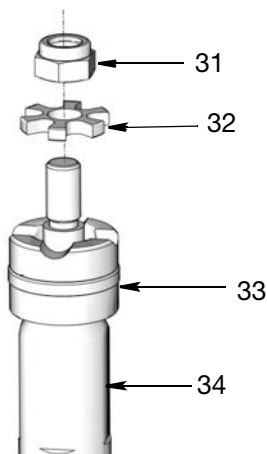

ABB. 37
14. Die Zahnscheibe (32) und die Sicherungsmutter (31) an der Kolbenstange (34) anbringen, wie gezeigt in ABB. 37.
15. Die Sicherungsmutter (31) mit einem Schraubenschlüssel festziehen.
**16. Auslassrohr-O-Ring (13) und Pumpenzylinder-O-Ring (9)**